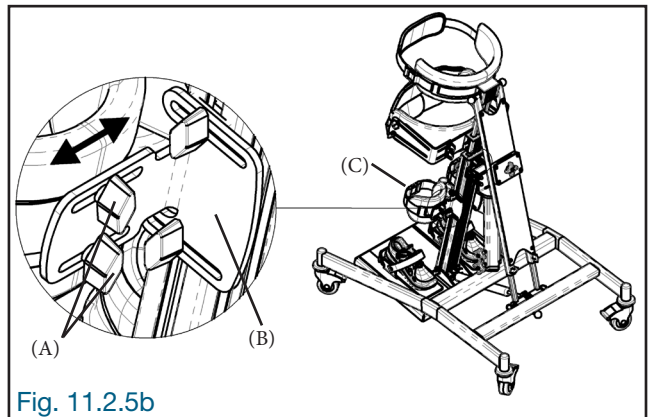

Fig. 11.2.5b
Desserrer les boutons de blocage (A) situés à l'arrière du support (B) de la butée de genou (C). Glisser la butée de genou (C) jusqu'à la position requise puis resserrer fermement les boutons de blocage (A) (Fig. 11.2.5b).